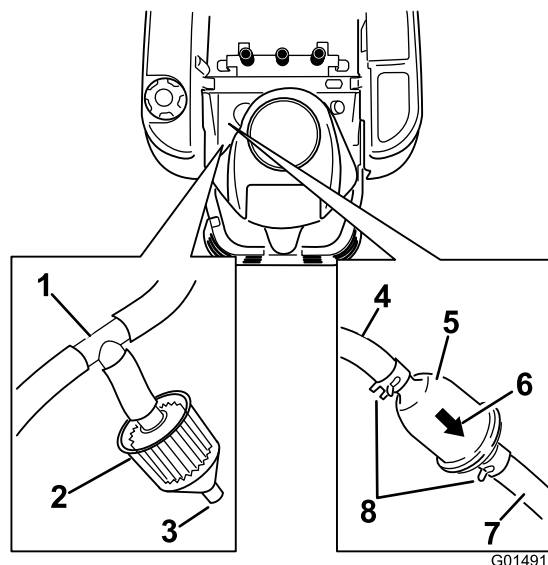

Figura 43
3. Levante el asiento y localice los filtros de combustible, según se muestra en Figura 43.
4. Apriete los extremos de las abrazaderas y deslícelas por el tubo alejándolas del filtro (Figura 43).
6. Instale un filtro nuevo – la flecha que indica el sentido de flujo debe apuntar hacia el motor. Acerque las abrazaderas al filtro (Figura 43) para sujetar éste.
La máquina incorpora un filtro de emisiones (Figura 43) conectado a un acoplamiento en T en el tubo de ventilación que viene del depósito de combustible. El filtro tiene un conector abierto por diseño. El filtro debe ser inspeccionado regularmente. Cambie el filtro si está sucio u obturado.